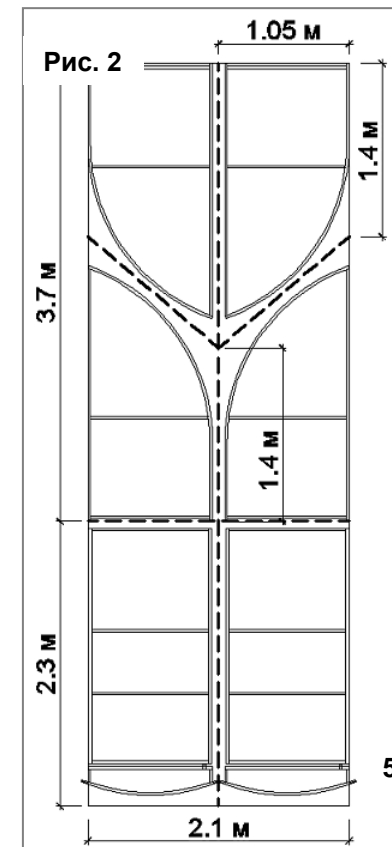

Рис. 2
5.2.2. Поликарбонат с размер 3.7х2.1 м трябва да се разреже наполовина, така че да се получат две части с размери 3.7х1.05 м. След това тези части трябва да се разрежат по диагонал, съгласно схемата, показана на рис.2, отмервайки с всяка страна по 1.4 м. Тези части във вид на трапец ще служат за покриване на лявата и дясната част на челния панел (поз.1).
5.2.3 Оставащата част поликарбонат с размери 2.3х2.1 м разрежете наполовина, както е показано на (рис.2). Те ще бъдат използвани за покриването на вратите и горната рамка на вратата.